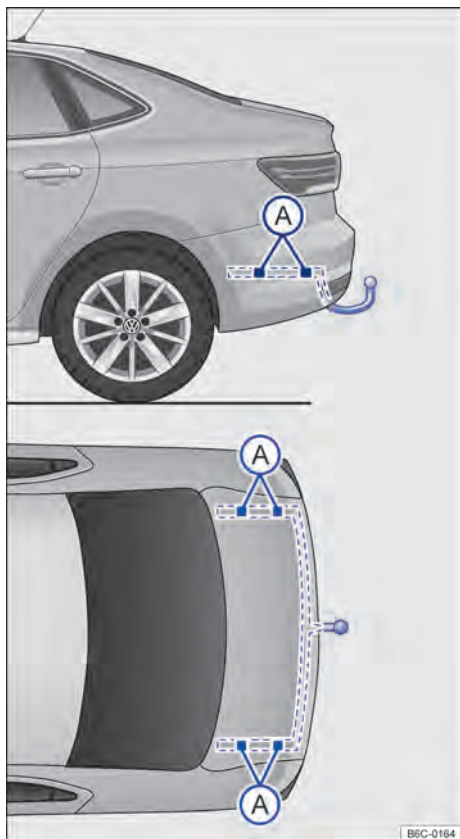

Fig. 120 Pontos de fixação para instalar um dispositivo de reboque posteriormente.
A figura → Fig. 120 ilustra, como exemplo, o ponto de fixação para instalar um dispositivo de reboque do modelo Virtus.
A montagem posterior de um dispositivo de reboque deverá ser efetuada de acordo com as instruções do respectivo fabricante do engate, sempre respeitando os pontos de fixação indicados na → Fig. 120 (A).